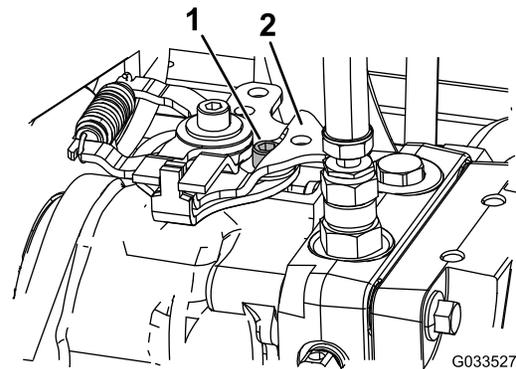

Figura 43
3. En la bomba hidráulica de tracción (interior), retire el acoplamiento de control del brazo de control (Figura 43).